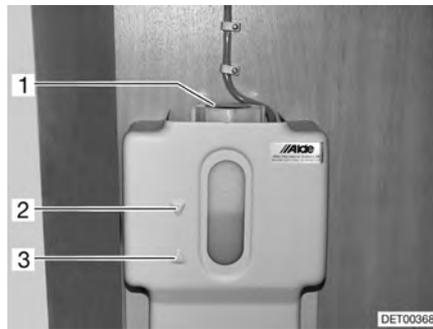

Fig. 196 Vaso d'espansione del riscaldamento ad acqua calda
- Controllare se il livello del liquido nel vaso d'espansione (Fig. 196) è tra la riga del "MIN" (Fig. 196,3) e del "MAX" (Fig. 196,2).
- Aprire il coperchio (Fig. 196,1) del vaso di espansione.